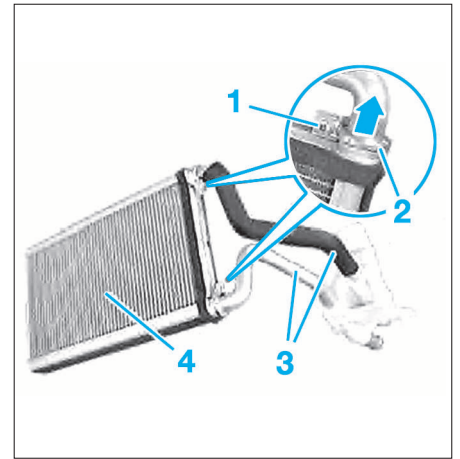
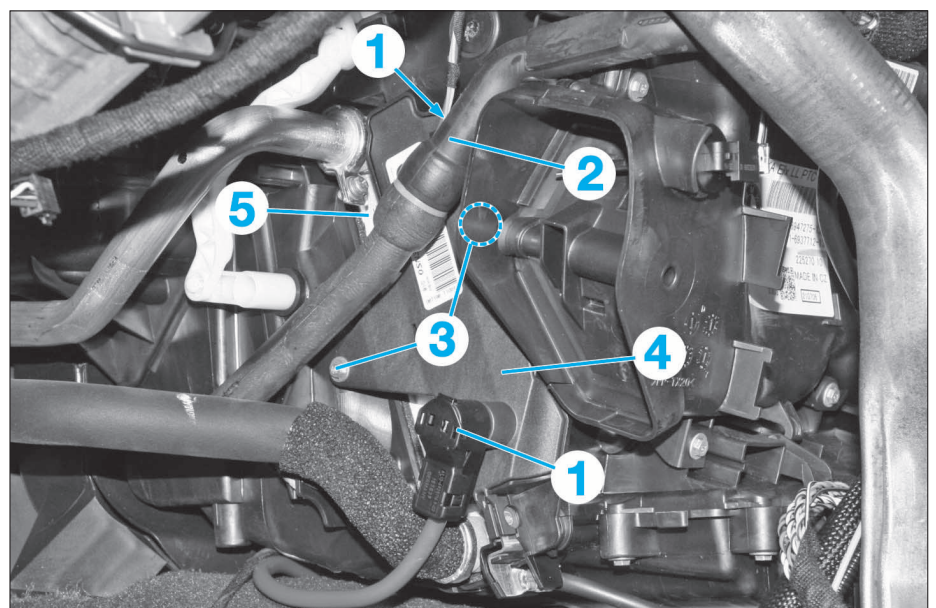

FIG. 20
FIG. 19
- Décaler le passe-canalisation en caoutchouc (2) avec le joint en mousse légèrement vers l'avant.
- Dégager avec précaution l'attache (3) avec les canalisations (4) au niveau du passe-canalisation (2).
- Retirer le flexible de liquide de refroidissement (2) (Fig.19).
- Déverrouiller et débrancher les connecteurs (1).
- Déposer les vis (3) et extraire le chauffage additionnel électrique (4).
- Extraire le radiateur de chauffage (5) du bloc de chauffage-climatisation.
- Déposer les vis (1) et soulever légèrement les colliers (2) (Fig.20).
- Retirer les canalisations (3) du radiateur de chauffage (4).